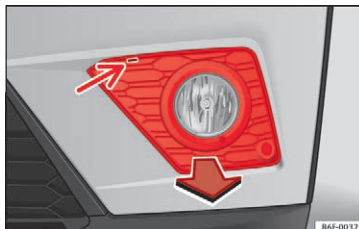

Fig. 113 Tågeforlygte: afmontering af gitter
1. Før en skruetrækker ind i kærven »» **Fig. 113** (pil). Løsn clipsene fra gitterets kanter ved at trække i det.